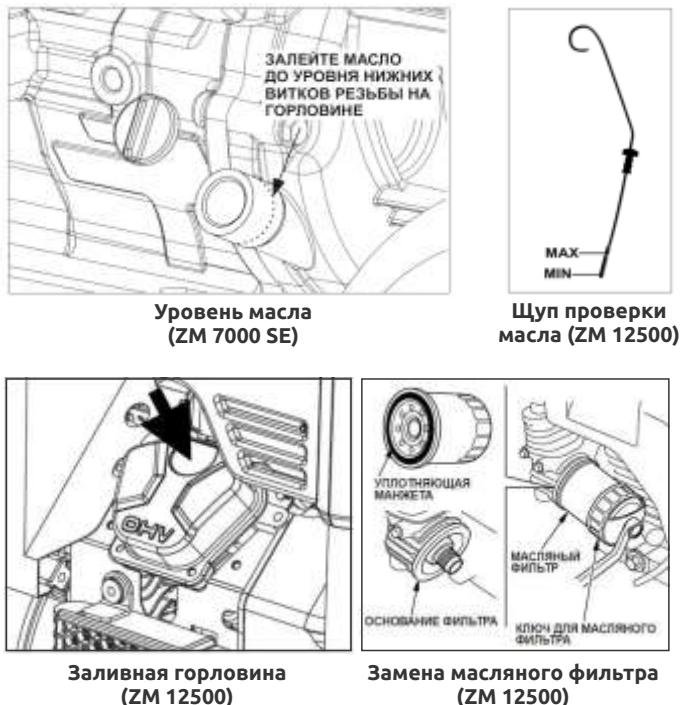

Рисунок 3
- Постепенно заливайте масло в отверстие, периодически проверяя его уровень. Уровень масла будет достаточным, когда он дойдет до резьбы на горловине картера. (Рис.3)